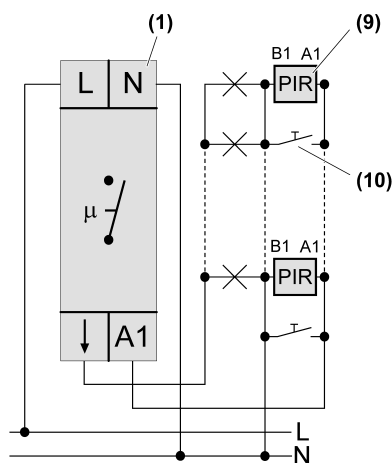
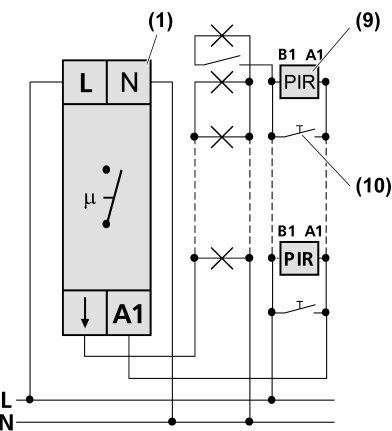

Bild 3: Anschlussplan 3-Leiterschaltung
Bild 4: Anschlussplan 4-Leiterschaltung
Der REG-Automat kann für eine 3-Leiterschaltung (Bild 3) oder eine 4-Leiterschaltung (Bild 4) eingesetzt werden. Die 4-Leiterschaltung hat den Vorteil, dass eine zusätzliche Leuchte separat geschaltet werden kann.
- REG-Automat, Impuls-Einsatz (9) und Installationstaster nach Anschlussplan (Bild 3) oder (Bild 4) anschließen.